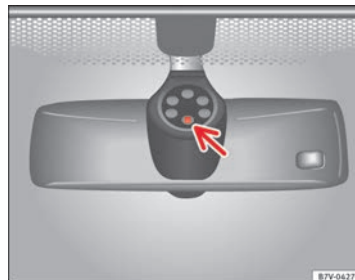

Fig. 69 Superficie sensibile del sensore di pioggia
Di seguito sono riportate alcune delle possibili cause di anomalia e di interpretazione scorretta *nella zona della superficie sensibile* ⇒ fig. 69 del sensore di pioggia:
- Pulire regolarmente la superficie sensibile del sensore di pioggia e verificare la presenza di eventuali danni sulle spazzole ⇒ fig. 69 (freccia).